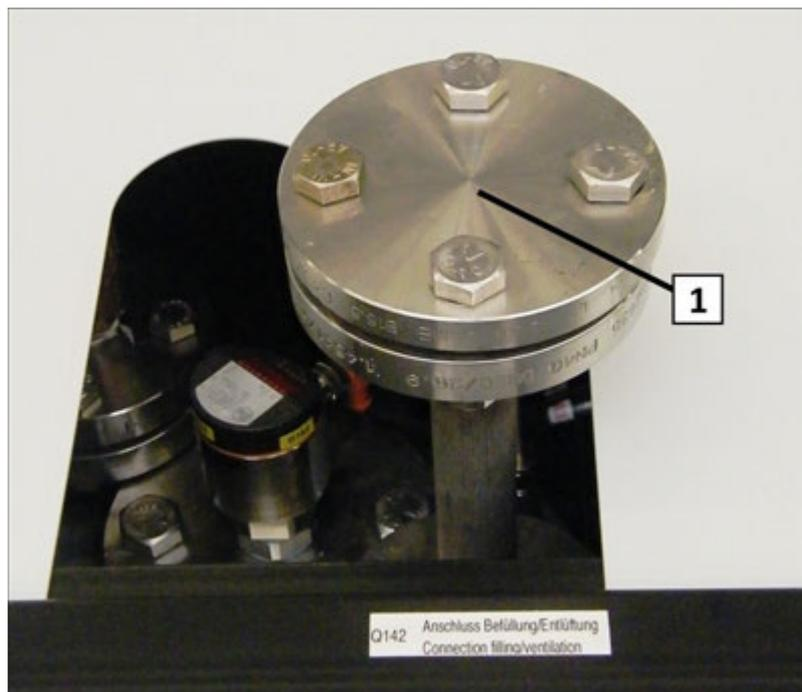

Fig. 33: Raccordement Q142
19. Ouvrir la bride (Q142) (Voir la Fig. 33 [1]) sur le vase d'expansion.